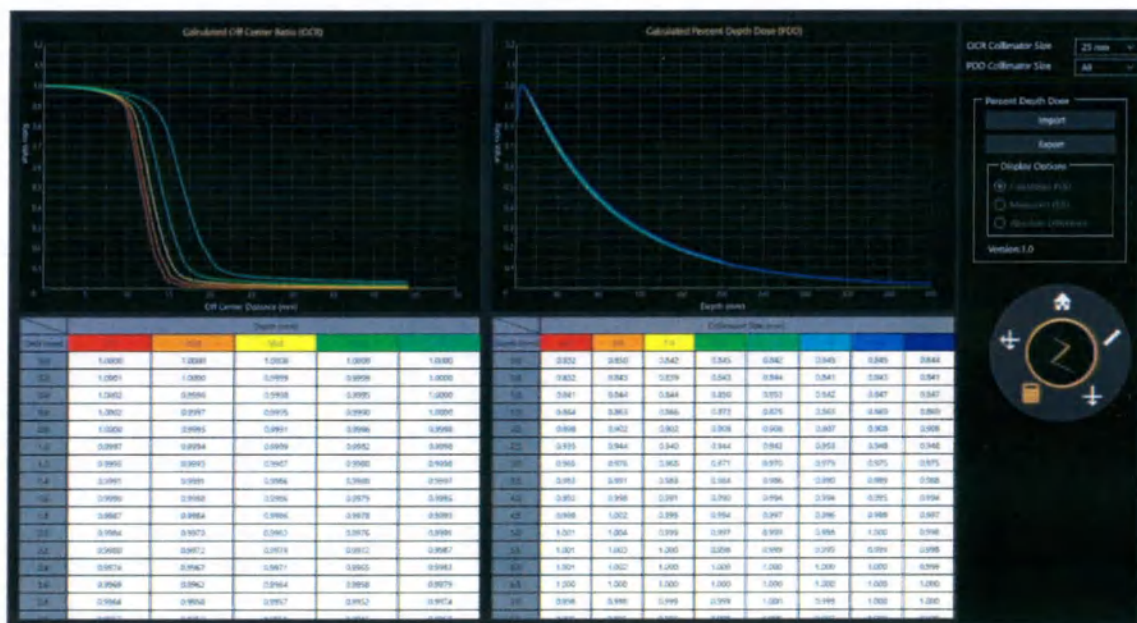

Рисунок 10.11. Проверка расчета для 1 пучка
4. Проверьте рассчитанный коэффициент смещения центра (OCR) (см. рисунок 10.11).